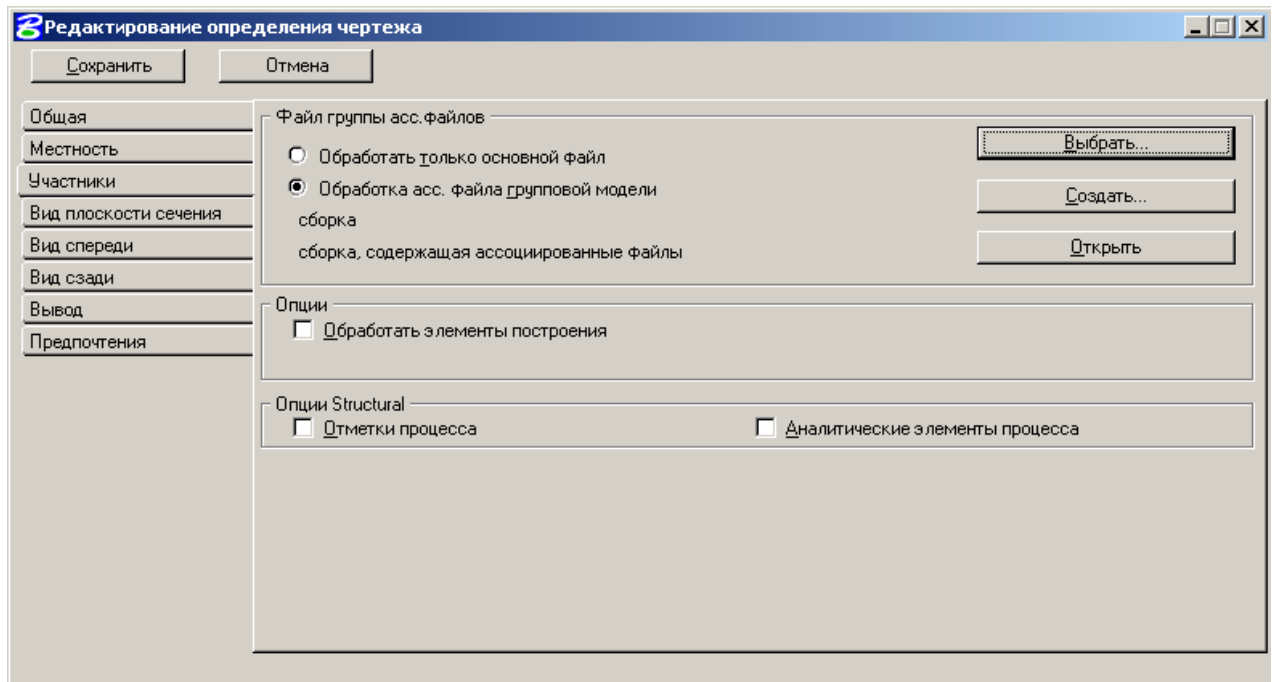

Рисунок 33
- В закладке *Участники* (Рисунок 33):